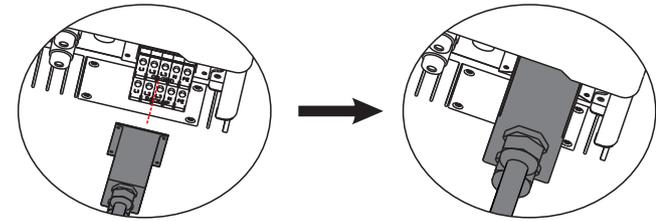

Abb.4.3-6 Installation der Wechselstromanschlussklemmen
Step 4. Schließen Sie das kombinierte AC-Kabel an den AC-Anschluss des Wechselrichters an, ziehen Sie das Kabel mit einem Drehmoment von 2,0 N M bis 2,5 N M an und verriegeln Sie dann die AC-Abdeckung. Siehe Abbildung 4.3-6.